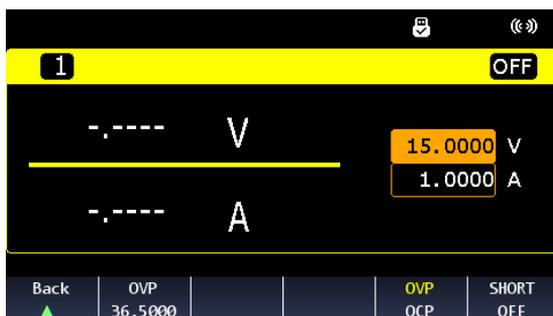

图 3-8 OVP/OCV 设置界面
在主界面，通过 LCD 显示屏下方的一排功能键，按下对应标识软键为 OVP/OCV 键，此时 LCD 显示界面状态如图 3-8 所示。此界面下，Back 功能是返回上一级菜单，即返回主界面。OVP 为当前过压保护的设置值，OVP/OCV 为过压和过流保护设置的切换，当黄色高亮显示时，可对其进行设置。
**\*注意：**当电源出现过压/过流时，保护电路将关闭输出。如果电池等有源负载连接到电源输出端，当发生过压/过流情况时，来自电池等有源负载的电流灌入到电源的内部电路，将会损坏电源。为避免这种情况，可在输出端串联一个二极管，如图 3-8 所示：